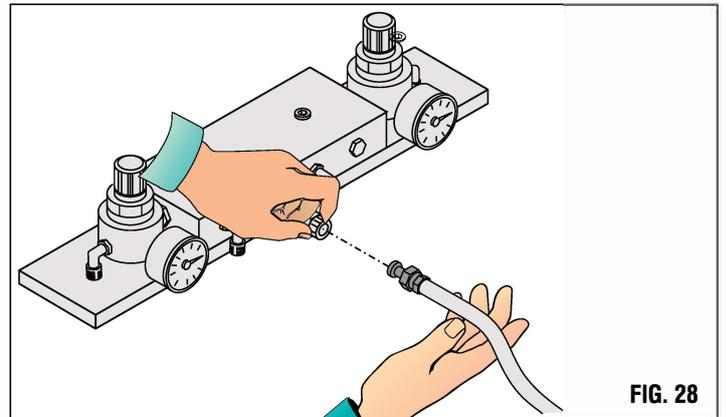

FIG. 28
-Collegamento alla rete pneumatica (Fig.28)